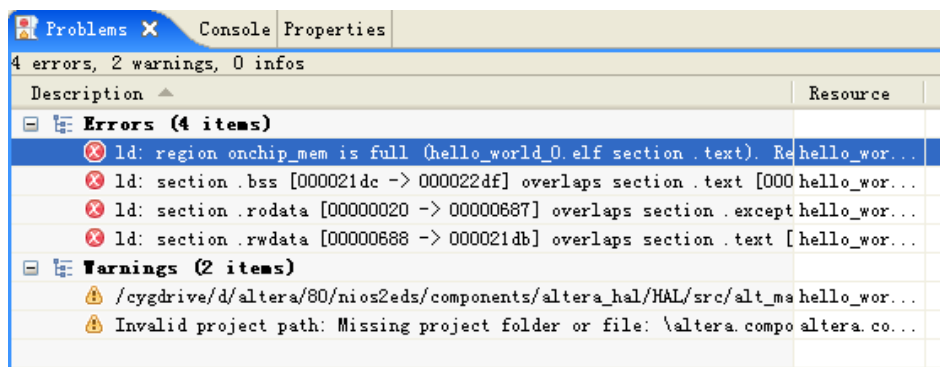

图 6-16 编译失败出错提示
20. Project->Build All, 很遗憾得到了一个内存已满的结果, 如图 6-16.